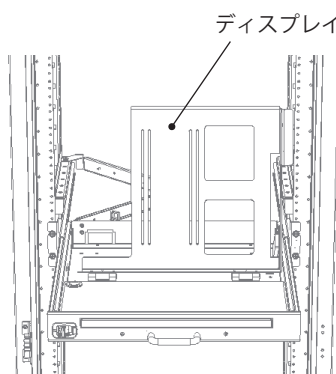

図 8
1. 液晶ディスプレイが取付けやすい位置までディスプレイ収納台を引上げてください。(図 8)